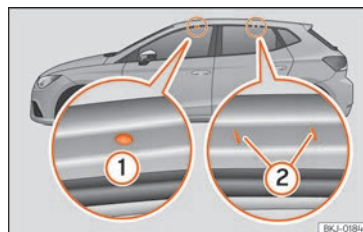

Abb. 142 Befestigungspunkte der Längsträger für den Dachgepäckträger
Die vorderen und hinteren Befestigungspunkte ① und ② sind nur bei geöffneten Türen sichtbar »» (Abb. 142).